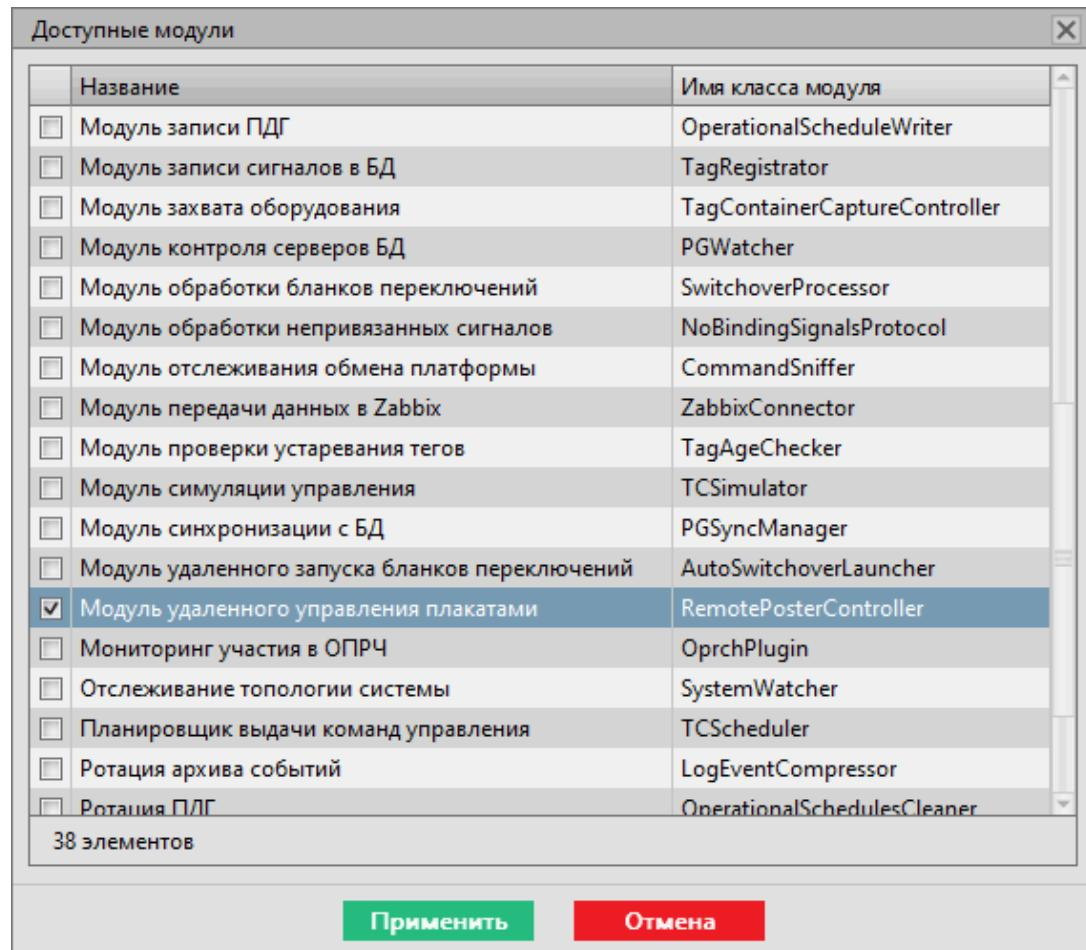

Рисунок 112 - Добавить модуль удаленного управления плакатами
- На вкладке **Настройки узла** Redkit Configurator в узел сбора и обработки данных (*Redkit_Master* и *Redkit_Slave* – для конфигурации с резервированием, *Redkit_System_Service* – для односерверного режима) добавьте **Модуль удаленного управления плакатами** (Рисунок 112).